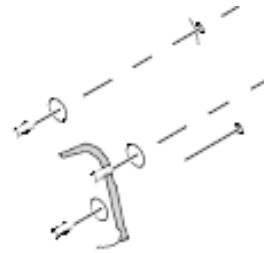

Abb. 7
7. Drei Schrauben entfernen und den Motor vom Kompressor abnehmen (Abb. 7).